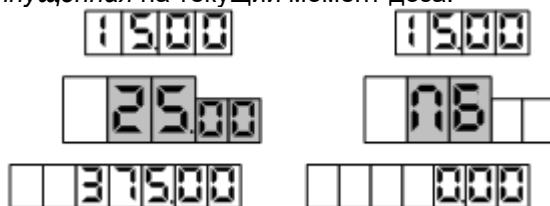

Рисунок 11
8.3 Доза задается на устройство с системы управления. Когда блок будет готов к отпуску топлива, в средней строке табло ТРК мигающими символами отобразится величина заданной дозы, а в случае отпуска "до полного бака" – символы "ПБ" (рисунок 11). Это дает клиенту удобный способ определить, когда можно начать заправку, а также убедиться, что задано именно то количество топлива, которое он заказывал. Для запуска налива необходимо снять раздаточный кран или подать команду "Пуск" с системы управления, после чего значения стоимости и объема на табло обнуляются. С этих пор на табло отображается *отпущенная* на текущий момент доза.